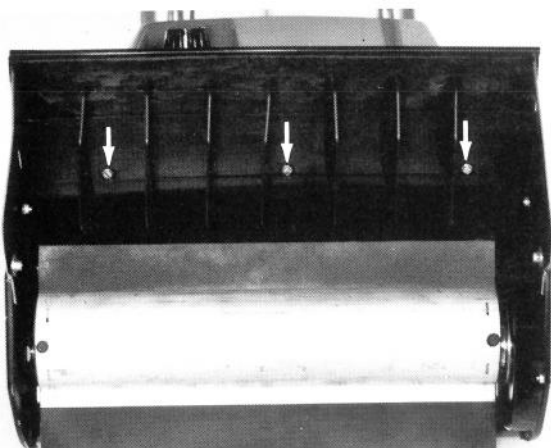

Abb. 18
6. Die Spannrolle nach oben drücken und die Rotorriemenscheibe vorwärtsdrehen, so dass der Riemen auf die Scheibe gezogen wird (Abb. 18).
1. Die drei Befestigungsschrauben der Verkleidung vorn am Rotorgehäuse entfernen (Abb. 18).
9. Die Verkleidung vorn mit drei 12,7mm langen Schrauben am Rotorgehäuse befestigen (Abb. 18).